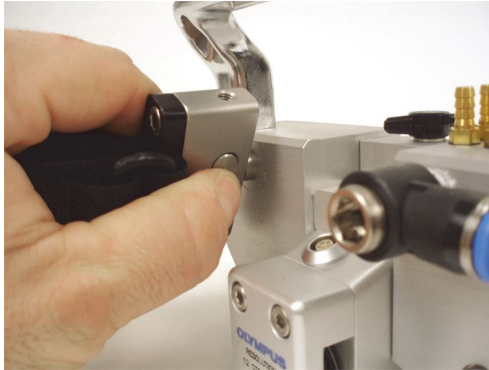

图 2-8 脐带电缆的连接
1. 按住脐带支架上的锁定销，将安装孔套在HSMT-Flex的接合部位上，然后松开锁定销（参见第47页的图 2-8）。